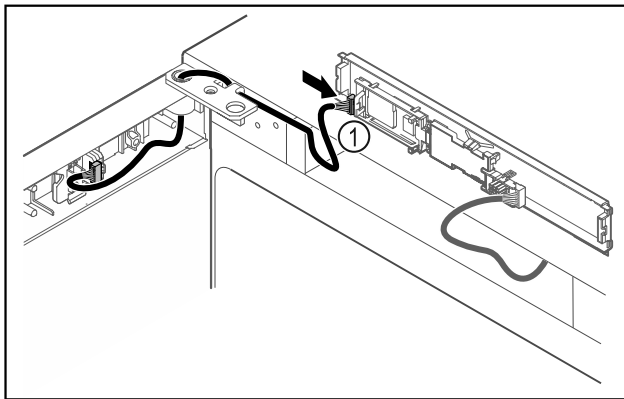

Fig. 39
- ▶ Stecker Fig. 39 (1) an Platine anstecken.